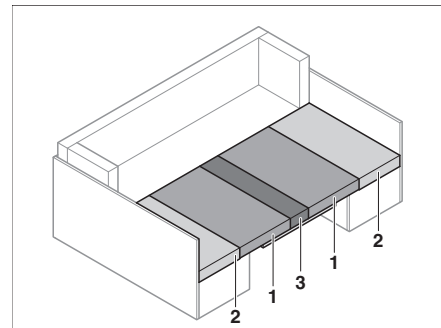

Fig. 78 Dopo la trasformazione
- Tirare i cuscini del divano (Fig. 78,1) verso il centro.
- Mettere i cuscini dello schienale (Fig. 78,2) tra i cuscini del divano (Fig. 78,1) e la parete esterna.
- Posizionare il cuscino aggiuntivo (Fig. 78,3) tra i cuscini del divano (Fig. 78,1) sul tavolo.